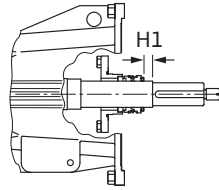

Fig. 31: modelis ar gala blīvējumu
- Uzbīdīt fiksējošo gredzenu (5.3) uz vārpstas un uzstādīt to, ņemot vērā uzstādīšanas izmēru H1 un pievilkšanas griezes momentu (skat. Fig. 31 un 9. tab.).